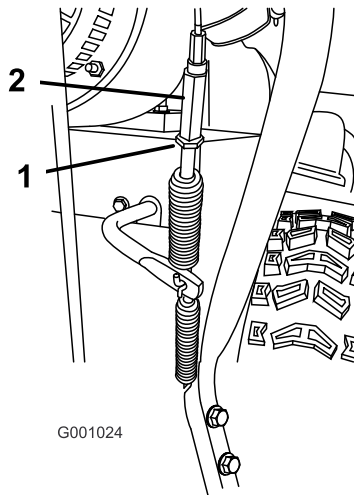

Рисунок 39
- Ослабьте затяжку контргайки (Рисунок 39).
- Ослабьте натяжение или подтяните винтовую стяжку для регулировки натяжения тросика (Рисунок 39).